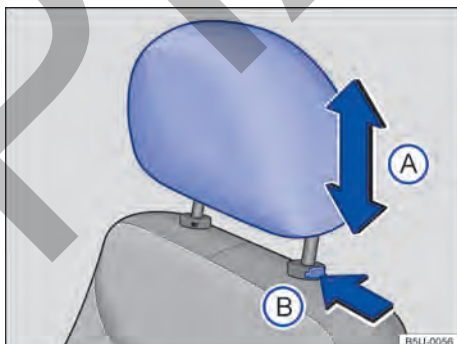

Fig. 64 Apoyacabezas delantero: ajustar.
- Empuje el apoyacabezas hacia arriba o hacia abajo en el sentido de la flecha → fig. 64 (A) → ▲ en *Introducción al tema* de la pág. 73.